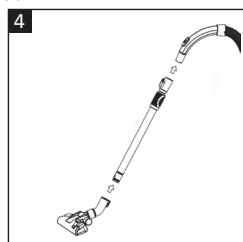

Рис. 4
- Вставьте рукоятку всасывающего шланга (7) в верхний конец телескопической трубки (19) и сильно нажмите на рукоятку, пока она не встанет на место (**Рис. 4**).
- Вставьте нижний конец телескопической трубки (19) в насадку для чистки (16, 18, 19 или 20) и сильно нажмите на трубку, пока она не встанет на место (**Рис. 4**). При необходимости слегка поверните трубку, чтобы ее было легче вставить.